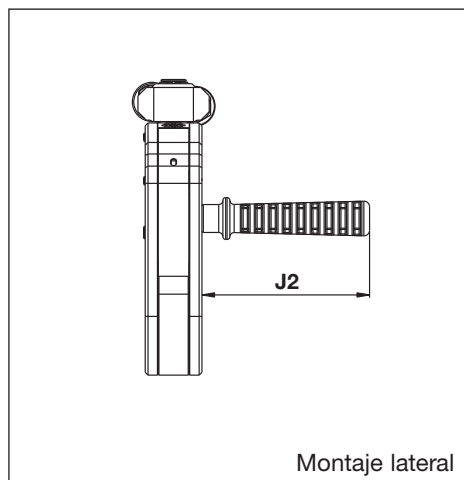

Fig. 26
6.1.4 Dimensiones, palanca de posicionamiento recta, serie SWH (Fig. 26 - accesorio opcional)